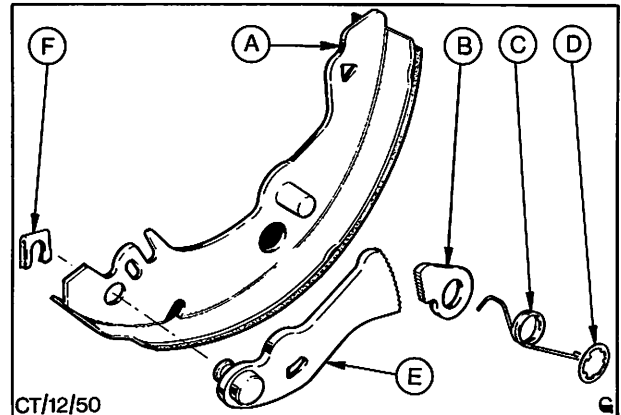

Abb. 40 Einzelteile – vordere (Auflauf-) Bremsbacke
8. Vordere Bremsbacke wie folgt zerlegen, Abb. 40: